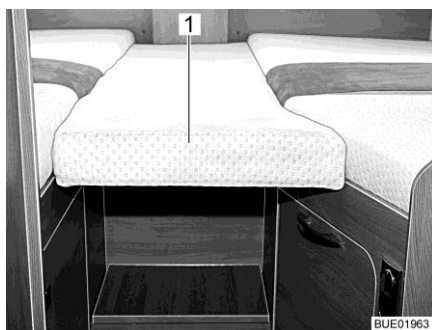
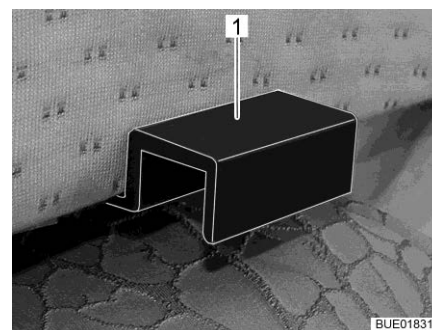

Bild 126 Zusatzpolster
Bild 127 Halterung Zusatzpolster
- Das Zusatzpolster (Bild 126,1) mit den Halterungen (Bild 127,1) so in die Blenden der Einzelbetten einhängen, dass eine geschlossene Liegefläche entsteht.